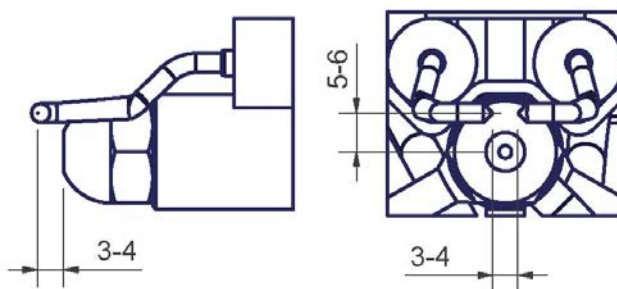

Рис. 39
- Проверьте запальный электроды, очистите, отрегулируйте и, при необходимости, замените (см. Рис. 39).